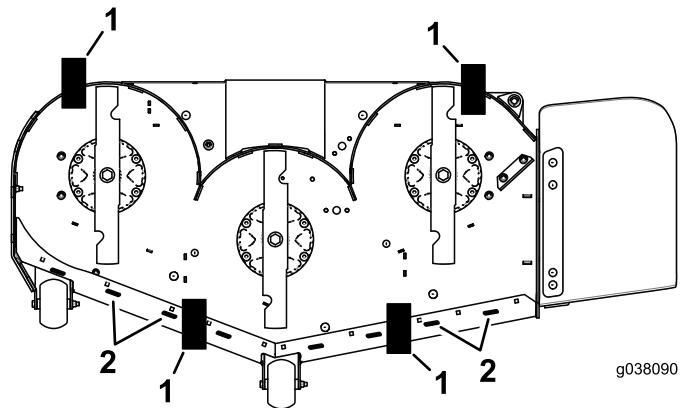

Figura 83
9. Coloque dois calços (ver tabela abaixo) debaixo da extremidade traseira da aba da plataforma de corte, um em cada lado da plataforma de corte (Figura 83).